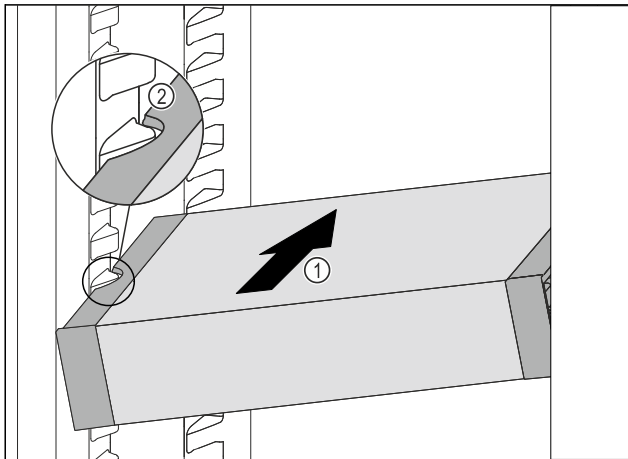

Fig. 191
- ▶ Inserire VarioSafe ad angolo nel vano frigorifero Fig. 191 (1), fino a quando le cavità laterali Fig. 191 (2) di VarioSafe non si trovano al livello della nervatura del contenitore nel vano frigorifero.